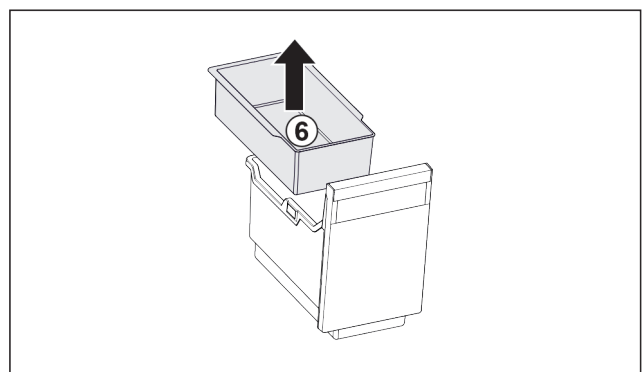

Fig. 170
- ▶ Einhängeschale Fig. 170 (6) entnehmen.